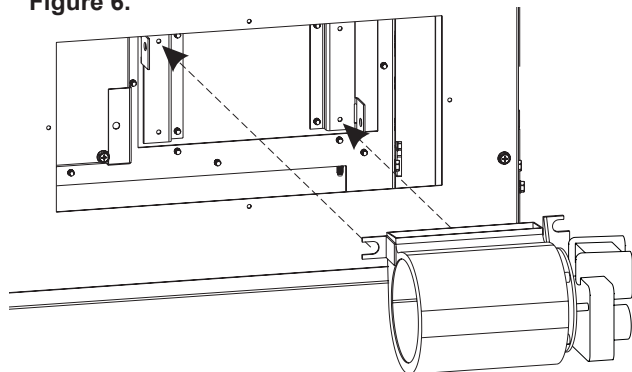

Figure 6
2. Placer les souffleries sur les supports de soufflerie. **Voir Figure 6.**